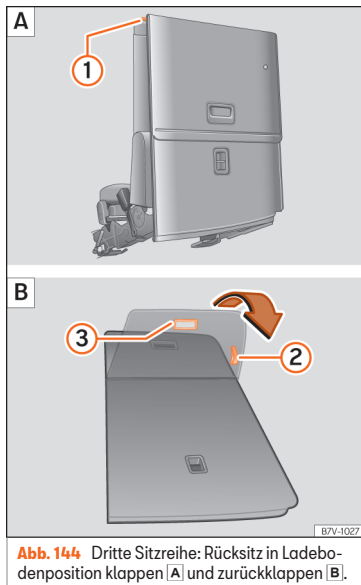

Abb. 144 Dritte Sitzreihe: Rücksitz in Ladebodenposition klappen [A] und zurückklappen [B].
- Gegebenenfalls Hebel »» Abb. 144 ❷ ziehen, um den Rücksitz in Längsrichtung in die gewünschte Position zu verschieben.
- Hebel » » Abb. 144 ① nach oben ziehen und Rücksitzlehne nach vorn klappen. Der komplette Rücksitz klappt nach vorn » » ⚠ und auch die Sitzfläche schwenkt selbsttätig nach vorn.
- Schlaufe » » Abb. 144 ② ziehen, um die Sitzabdeckung zurückzuklappen.
- Ziehen Sie am Haltegriff » » Abb. 144 ③. Der komplette Rücksitz klappt nach hinten.